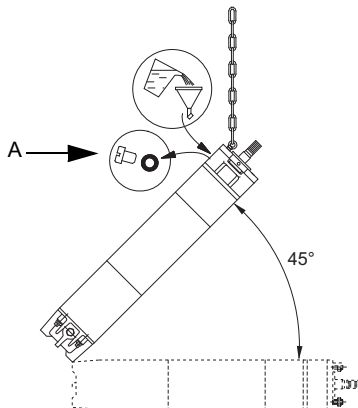

Fig. 4 Posición del motor durante el llenado (MMS)
1. Incline el motor un ángulo de 45°, manteniendo la parte superior orientada hacia arriba. Consulte la fig. 4.